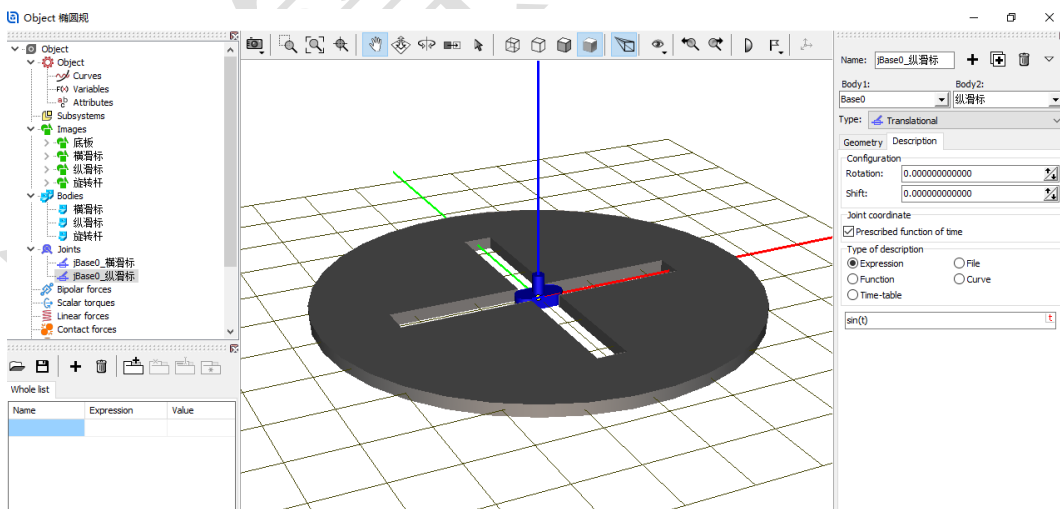

图 2-79
- 11) 切换到 **Description** 页面，勾选将 **Prescribed function of time**，在弹出窗口点击是(Y)，然后在下方数据框里输入表达式 $\sin(t)$ ，回车，定义纵滑标沿 **X** 轴做正弦运动，幅值为 **1** (m)，如图 2-79。